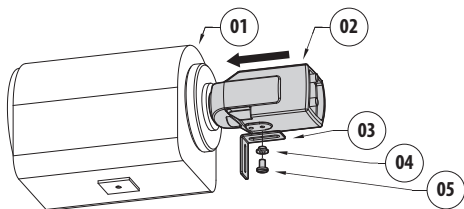

Fig. 9
È possibile fissare un distanziale H-20 (02) all'ottica. Connettere la telecamera e fissare la staffetta a L (Fig. 9, pagina 15). Interporre un distanziale di plastica (01) dello spessore desiderato e fissarlo con la rondella e la vite (03).